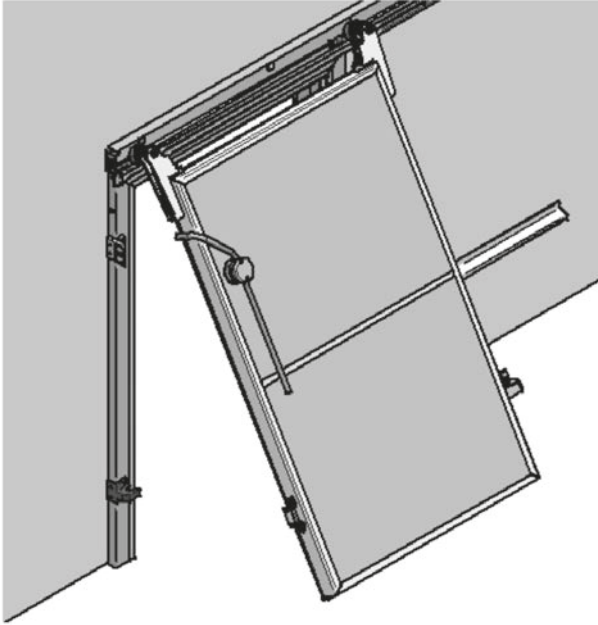

Fig. 6
- Enfiler les galets sur la glissière supérieure en correspondance des logements en polyéthylène noir (Fig. 6).